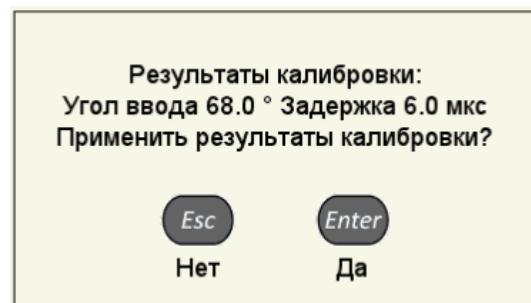

Рисунок 46
– подтвердить принятие результатов калибровки – **Enter** или отказаться от результатов калибровки – **Enter** (рисунок 46).